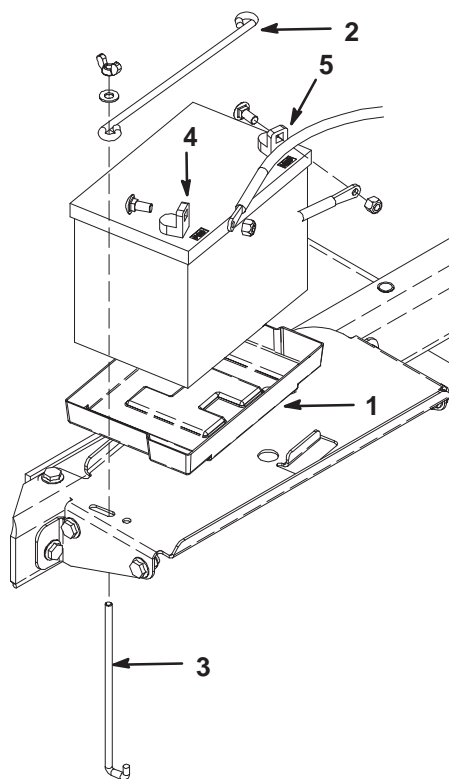

Figure 5
8. Insérez la batterie dans le support de son logement (Fig. 5) en veillant à ce que les bornes soient tournées vers l'extérieur.
9. Fixez la batterie au fond de son logement avec une tige horizontale et (2) tiges verticales, (2) rondelles plates et (2) écrous papillons (Fig. 5).
10. Commencez par fixer le câble positif (rouge) à la borne positive (+) de la batterie au moyen d'un boulon et d'un écrou (Fig. 5). Fixez ensuite le câble négatif (noir) à la borne négative (-) de la même manière (Fig. 5). Placez le capuchon protecteur sur la borne positive pour éviter les courts-circuits.